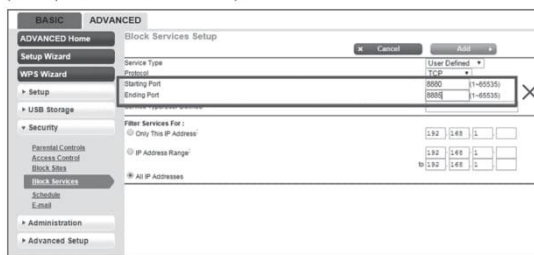

Рис.3
7. Убедитесь, что порт 8883 TCP открыт. Если он заблокирован (см. рис. 3), измените это в настройках
Ограничительный провод должен точно обозначать предполагаемую площадь кошения. Ваш Landxcape™ будет сбив с толку дополнительными изгибами или витками ограничительного провода, которые не являются частью его области кошения (см. рис. 3). Если после обозначения области кошения имеется избыточный ограничительный провод, отрежьте его и храните его в отдельном месте. Важно оставить необходимую длину там, где он подключается к зарядному устройству, чтобы его можно было подключить и при этом оставить под землей.